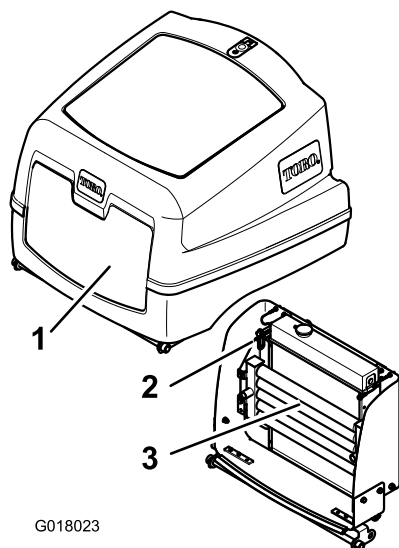

Figura 51
4. Sbloccate il fermo e aprite il coperchio del motore (Figura 51).